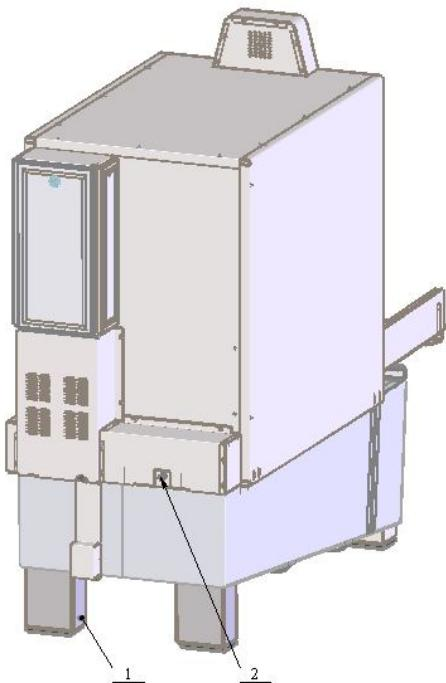

Рис. 3. 1- болт (втулка) заземления, 2- переходник для подключения воздуховода
4.3. Подключить стенд к системе заземления, болт (втулка) заземления расположен на правой задней опоре ванны рис.3
4.6. Подключить стенд к имеющейся пневмосистеме через переходник (рис.3), расположенныйный на задней стенке изделия.